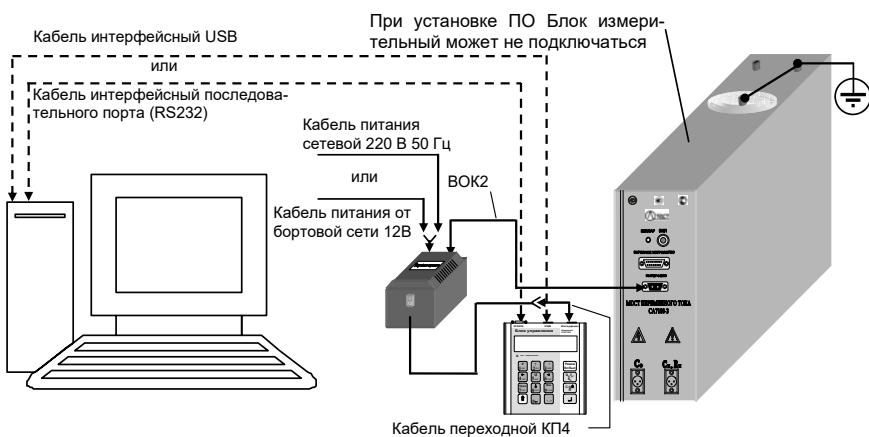
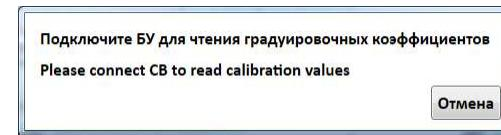

Рисунок 8.1
Рисунок 8.12
- 8) На экране появится окно (рисунок 8.12), которое через несколько секунд исчезнет, если БУ подключен (рисунок 8.1).